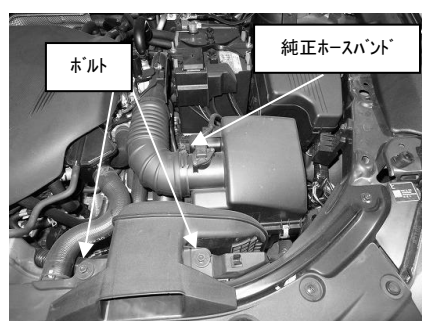

図 1
- 1) ボルト 2 ヶ所、純正ホースバンド 1 ヶ所を緩め、純正クリーナーBOX とエア導入ダクトを一緒に取り外して下さい。図 1 参照